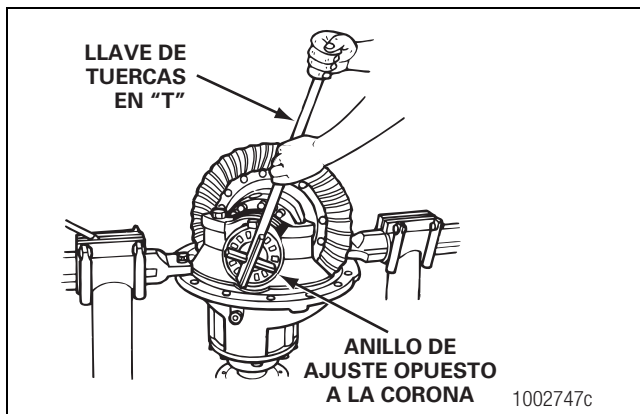

Figura 3.43
- Use una llave de tuercas en "T" o equivalente para aflojar los anillos de ajuste. No retire los anillos de ajuste. Si es necesario, afloje, pero no retire los tornillos prisioneros en los casquetes de cojinetes para mover los anillos de ajuste. Figura 3.43.